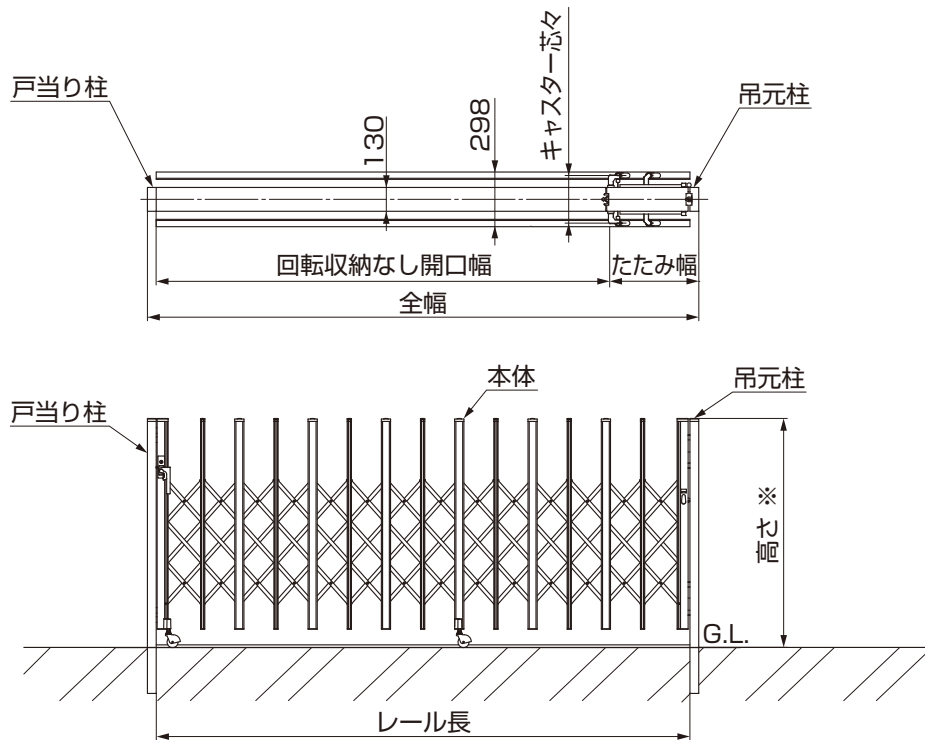
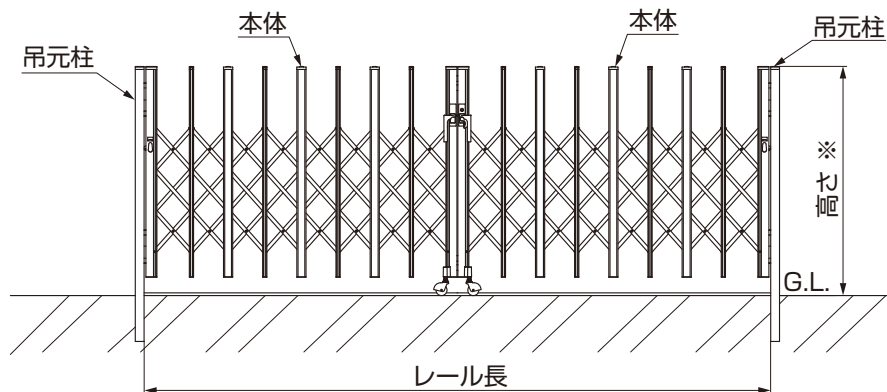

図10-3
図10-4
①表10-1を参照して、本体中心とレール中心を合わせてください。
②図10-3、図10-4、図10-5を参考にして、レールを施工してください。